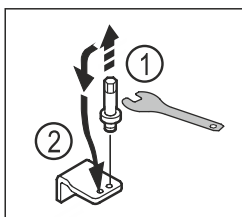

Fig. 18
- ▶ Dévisser l'axe du support de palier inférieur avec une clé mâle coudée pour vis à six pans creux de 5. Fig. 18 (1)
- ▶ Placer l'axe du côté opposé. Fig. 18 (2)